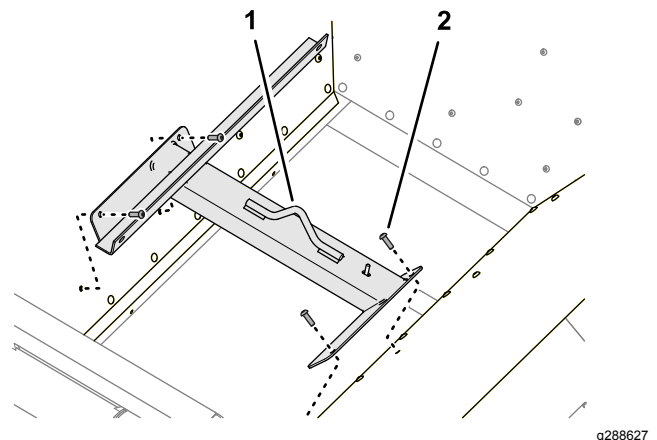

Figura 29
1. Retire los 4 tornillos con cabeza de botón que fijan el soporte de elevación a la pared de la tolva (Figura 29).
2. Monte los tornillos con cabeza de botón en la pared de la tolva y apriete los tornillos (Figura 29).